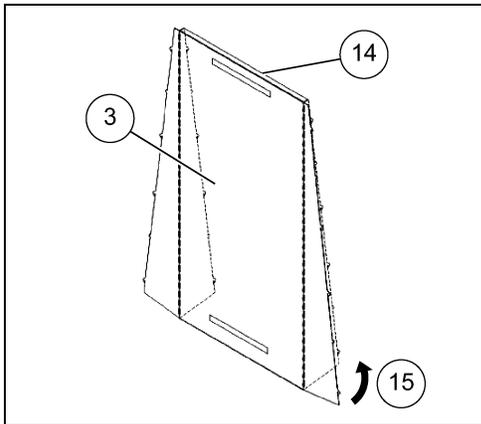

Figure 3G
13. Si ce n'est pas déjà fait, pliez manuellement les côtés de deux couvercles (3) de porte à 90° (15) dans la direction des plis supérieurs et inférieurs actuels (14). *(Voir Figure 3G.)*